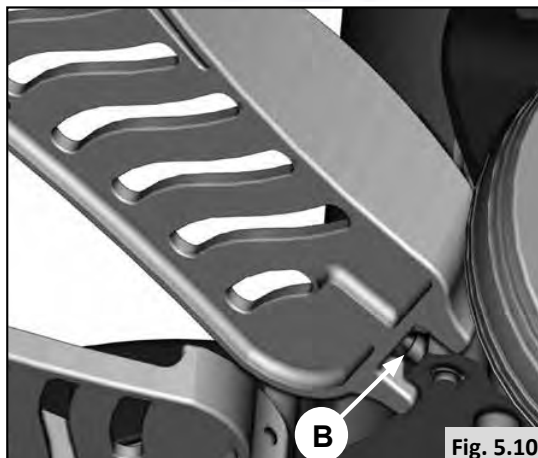

Fig. 5.10
- Relevez la semelle de manière à pouvoir accéder à la vis de réglage de l'angle (B) (Fig. 5.10).